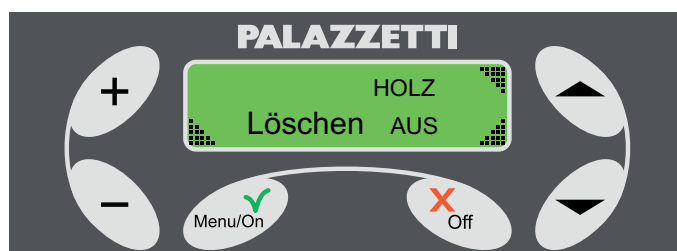

Fig. 1.5.6
Es kann in jedem Fall ein sofortiger Wechsel des Brennstoffs vorgenommen werden, ohne die Phase START abzuwarten, in dem man für mindestens drei Sekunden die Taste Off drückt. Es erscheint ein Menü mit mehrfachen Wahlmöglichkeiten (Abb. 1.5.6). Drückt man innerhalb 20 Sekunden die Taste "▲" gelangt man direkt in den Zustand HOLZ, andernfalls geht der Heizkamin zur Startphase zurück.
- 1) für mindestens drei Sekunden die Taste Off drücken, es öffnet sich das Menü (Abb. 1.5.6);